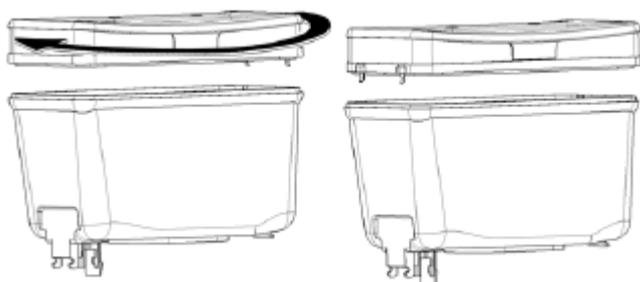

Рисунок 2
1. Если на аппарате используется верхняя крышка с подсветкой, поверните крышку на 180 градусов, чтобы включить подсветку (см. рисунок 2).